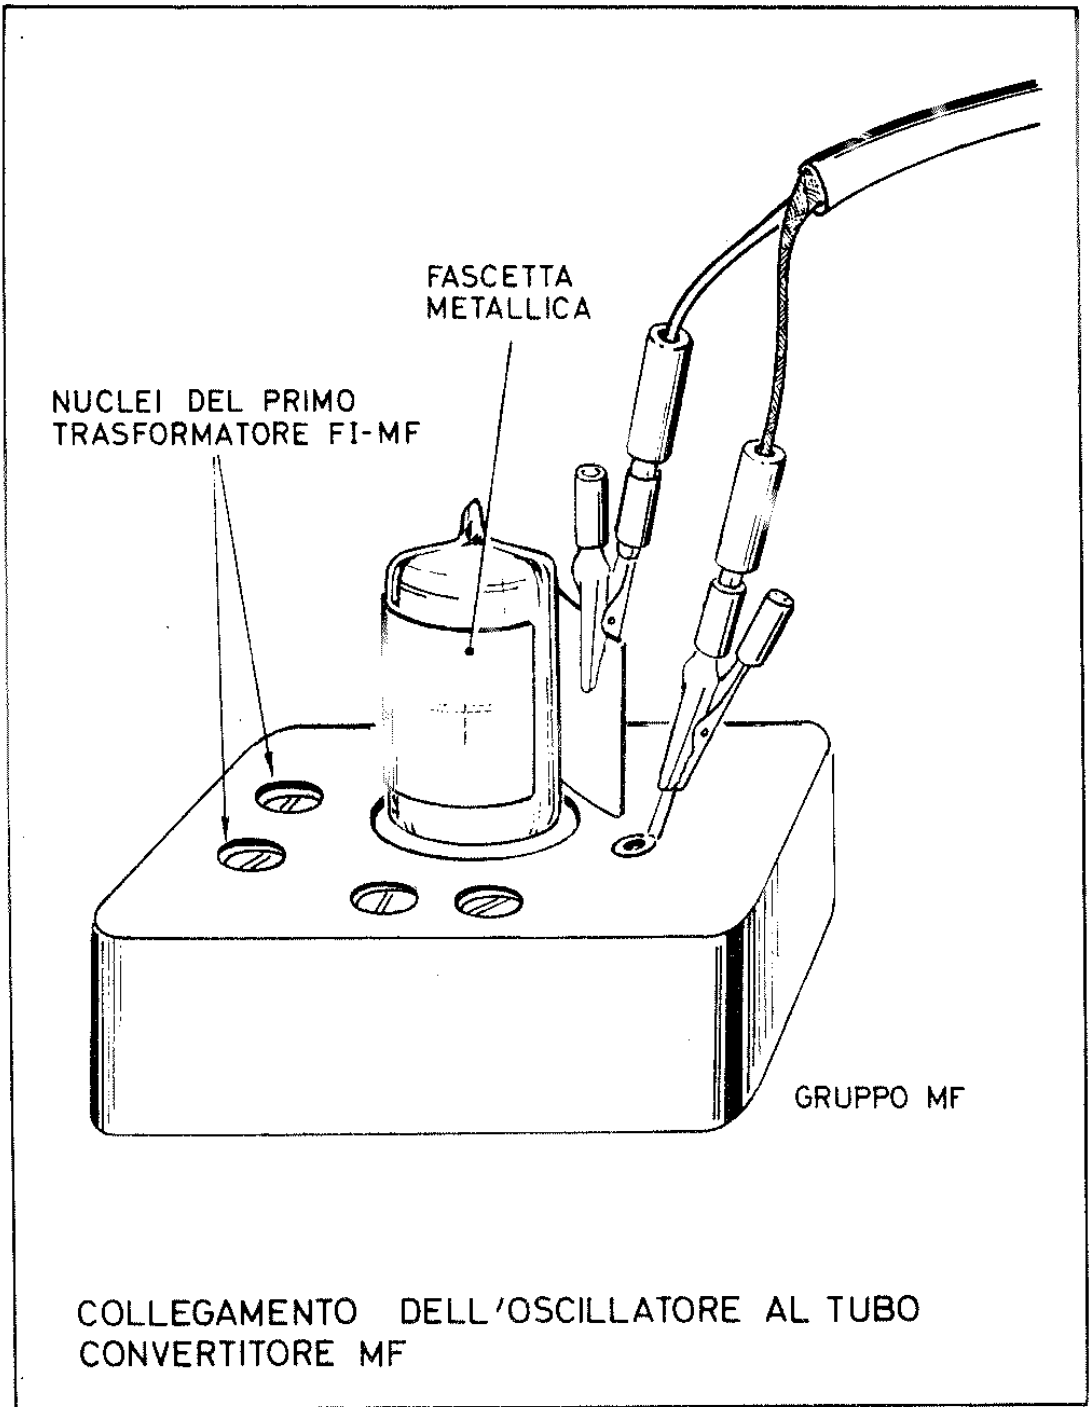

Fig. 15
b) Si collega il conduttore interno del cavetto d'uscita dell'oscillatore al punto di prova esistente sul gruppo MF, oppure, in mancanza di questo, si accoppiano capacitivamente l'oscillatore ed il tubo convertitore MF; per fare ciò si toglie l'eventuale schermo del tubo convertitore e si infila su questo una fascetta metallica, come illustrato nella *fig. 15*, facendo attenzione che non venga a contatto con la massa.